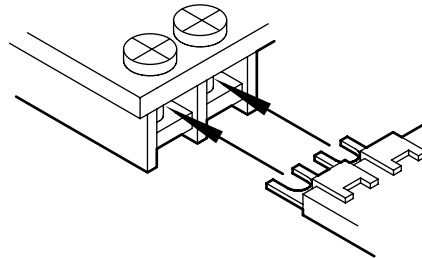

Fig. 1
- enfiler les terminaux du circuit imprimé du secret entre les traces du circuit imprimé du poste et les écrous des bornes (Fig. 1);